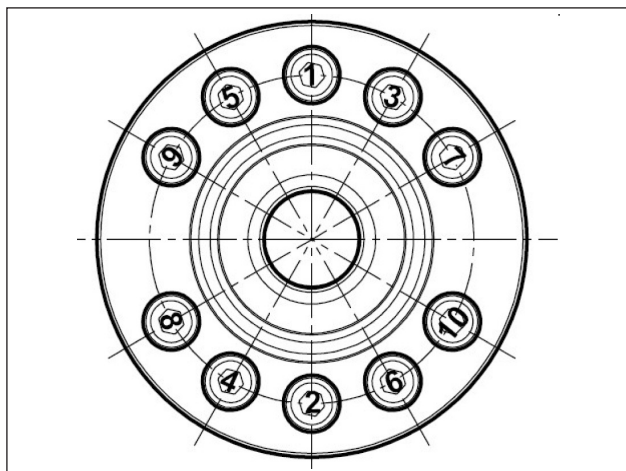

Fig. 50
- **** Le viti fissaggio supporti schema Fig. 50 devono essere serrate in due fasi: